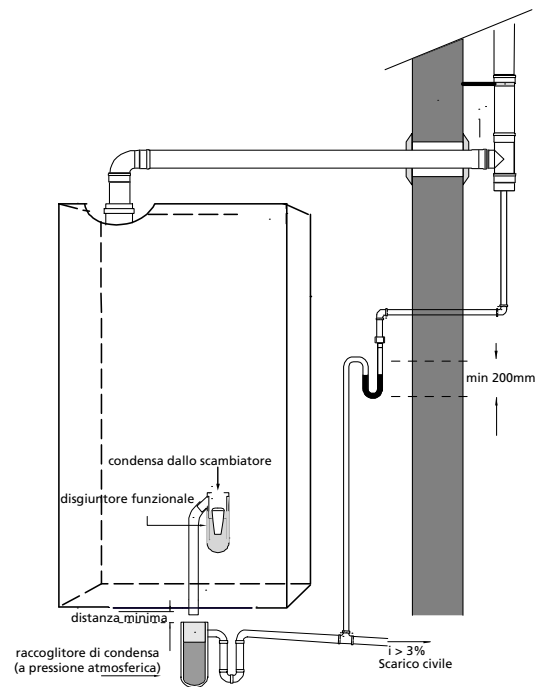

Figura 9
Non convogliare mai i fumi di più caldaie all'interno dello stesso condotto di scarico, ciascuna di esse deve necessariamente avere un proprio condotto di scarico indipendente. Si ricorda che se si rendesse necessario prolungare il condotto di scarico oltre i 4 metri, è sempre opportuno realizzarne al piede del tratto verticale del condotto un sifone, secondo lo schema della Figura 9.
Il gocciolatoio può essere realizzato mediante l'installazione di un apposito bicchiere, oppure più semplicemente con una curva in polipropilene atta a ricevere la condensa uscente dalla caldaia e l'eventuale fuoriuscita di liquido dalla valvola di sicurezza, come indicato nella Figura 9. La distanza massima tra lo scarico di condensa della caldaia ed il bicchiere (o tubazione bicchierata) di raccolta non deve essere inferiore ai 10 mm. Per il collegamento alla rete fognaria è necessario installare o realizzare un sifone per evitare il ritorno di odori sgradevoli. Per la realizzazione degli scarichi di condensa si consiglia di utilizzare tubazioni in materiale plastico (PP), non utilizzare in nessun caso tubazioni in rame, l'azione della condensa infatti ne provocherebbe un rapido degrado.